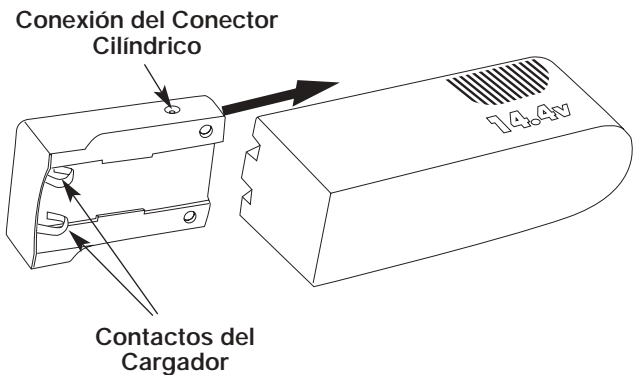

Fig. 2
3. Deslice el cargador en la batería, desde el extremo cuadrado de la batería (Fig. 2).
4. Empuje fuerte para que la batería caiga en su lugar. Asegurar que los contactos de la batería se conecten correctamente a los contactos de la consola de carga (Fig. 2).